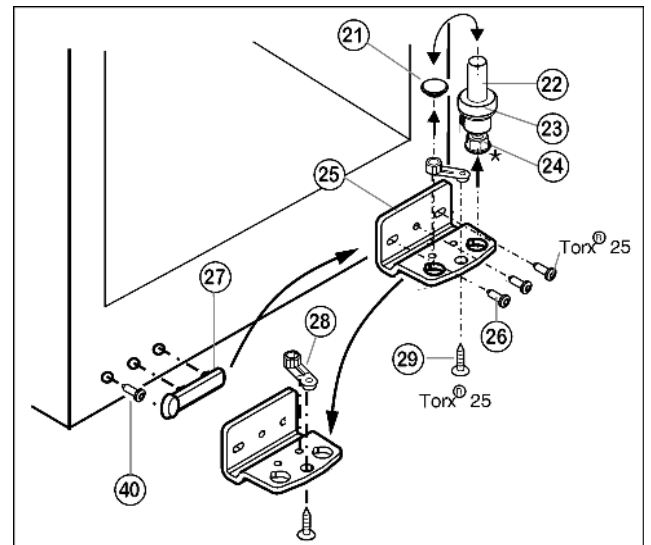

Fig. 5
- ▶ A teljes tartócsapot Fig. 5 (22), az alátéttel Fig. 5 (23) és az állítható lábbal\* Fig. 5 (24) együtt felfele húzza ki.
- ▶ Emelje le a dugót Fig. 5 (21).
- ▶ Csavarozza le Fig. 5 (26) a csapágybakot Fig. 5 (25).
- ▶ Csavarozza le Fig. 5 (29) a csapágyrészt Fig. 5 (28), helyezze át a csapágybak túlsóoldali felvevő furatába és csavarozza vissza.
- ▶ Óvatosan emelje le a fogantyú oldalán lévő fedelet Fig. 5 (27), tekerje ki a csavart Fig. 5 (40) és mindkettőt helyezze át az ellenkező oldalra.
- ▶ Csavarozza vissza a csapágybakot Fig. 5 (25) a csuklópánt új oldalán **4 Nm-es nyomatékkal**, szükség esetén egy akkus csavarhúzóval.
- ▶ A dugót Fig. 5 (21) helyezze be a másik lyukba.
- ▶ Helyezze vissza a teljes tartócsapot *Fig. 5 (22)* az alátéttel és az állítható lábbal\* együtt. Ügyeljen közben arra, hogy a bekattanó bütyök hátrafele mutasson.
- ▶ Az ajtót felülről helyezze az alsó tartócsapra *Fig. 5 (22)*.
- ▶ Az ajtókat az alsó csapágybakban *Fig. 5 (25)* lévő két hosszított furat felett igazítsa egy vonalba a készülékhez. Ehhez a középső csavart csavarja ki.